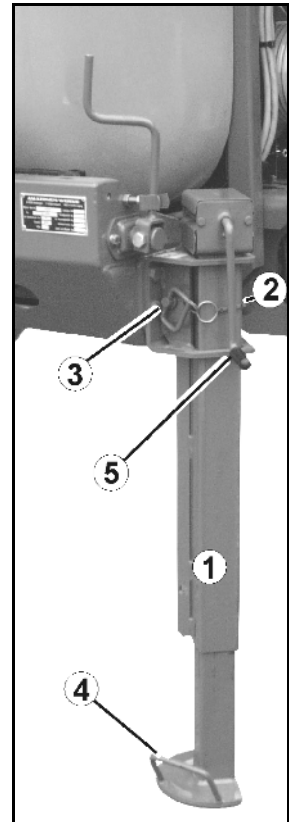

Fig. 43
Pé de apoio com manivela (Fig. 43/1):
1. Soltar a ficha móvel (Fig. 43/2).
2. Retirar o perno (Fig. 43/3).
3. Subir/baixar o pé de apoio mediante o punho (Fig. 43/4).
5. Com a manivela (Fig. 43/5)